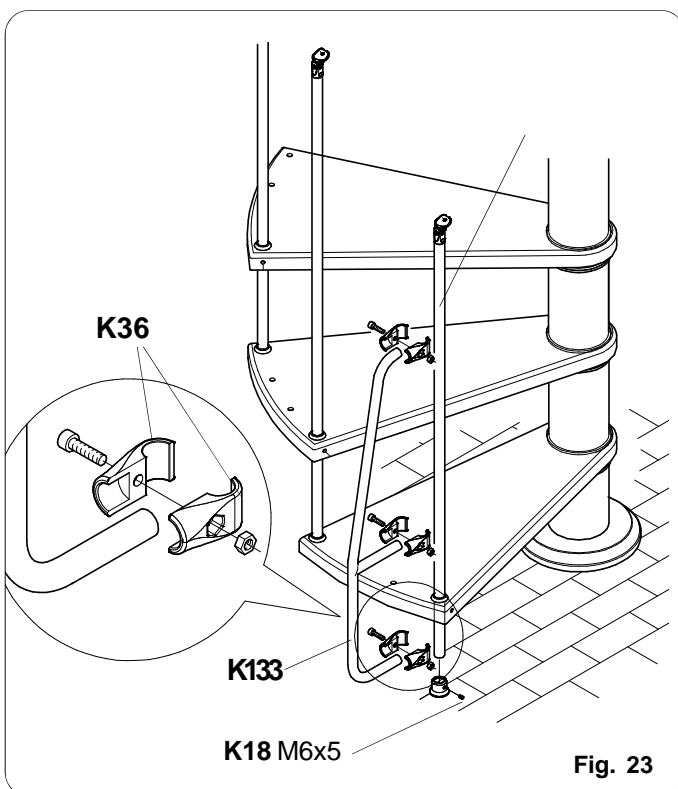

Fig. 23
- Avant de fixer définitivement la colonne dans le logement précédemment fixé au sol, insérer le renfort **K133** comme illustré fig. 23.